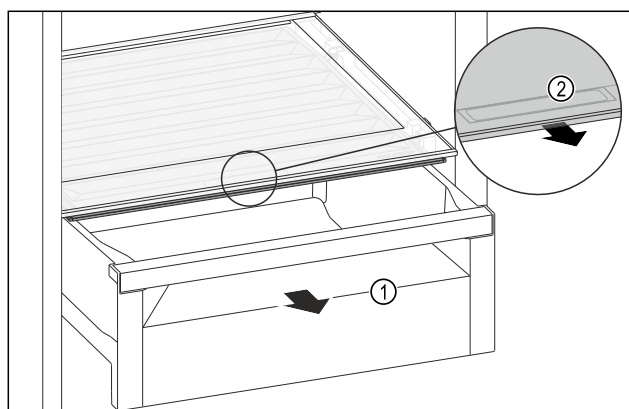

Fig. 108
- Estrarre il cassetto Fig. 108 (1).
- Afferrare la maniglia incassata *Fig. 108 (2)* sul coperchio dello scomparto e tirare allo stesso tempo in avanti il coperchio dello scomparto.